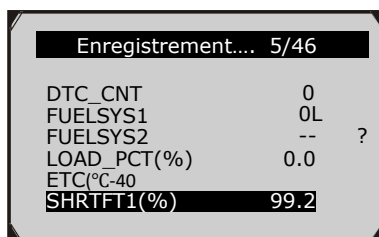

Figure 5.26
- 5) Attendez que le DTC déclenche l'enregistrement ou appuyez sur **OK** pour démarrer l'enregistrement. (Figure 5.26)
- 7) Attendez que le DTC déclenche l'enregistrement ou appuyez sur **OK** pour démarrer l'enregistrement. (Figure 5.26)